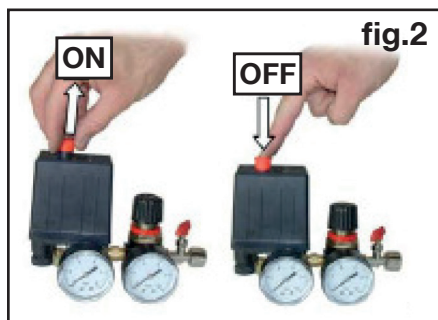

fig.2
- Wanneer u de compressor aansluit, controleren of de rode drukknop op de pressostat/drukschakelaar op 'OFF' staat **(zie fig. 2)**